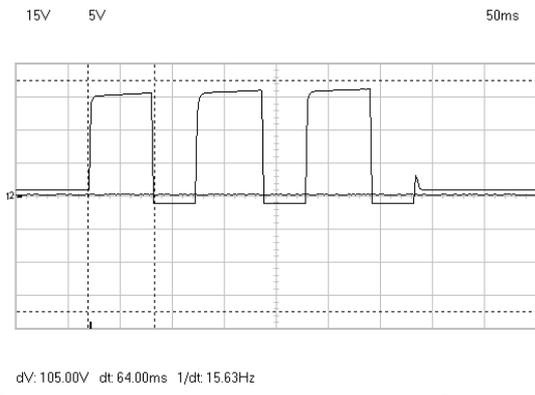

Рисунок 3 – Осциллограмма импульсного набора номера абонента
3. Дана осциллограмма импульсного набора номера абонента (Рис. 3). Определить номер;